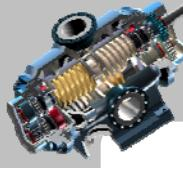

图 8.2.6 修改参数
(2) 修改参数。在“测量：面积”对话框中单击**特征**选项卡，单击其中的“AREA”字符，然后将参数名称修改为“PISTON_AREA”，按 Enter 键确认，如图 8.2.6 所示。
(3) 单击**确定**按钮，关闭“测量：面积”对话框。